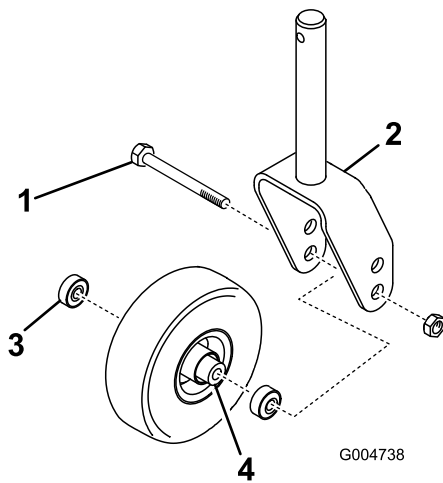
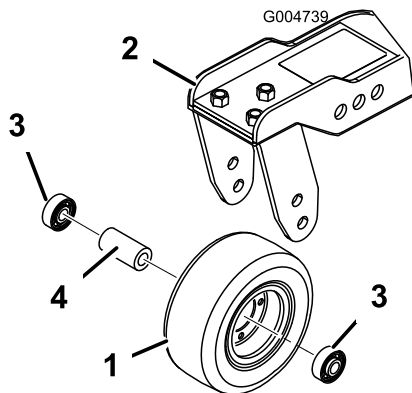

図 125
図 126
1. キャスタホイールアセンブリをキャストフォークまたはキャストピボットアーム 図 125 に保持しているボルトからロックナットを外す 図 126。
- ホイールのハブからベアリングを外す。ベアリングスペーサが落ちてくる図 125 と 図 126。